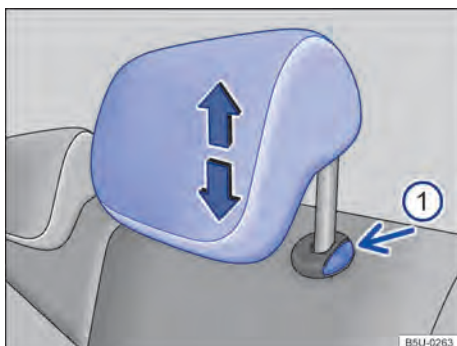

Fig. 64 Apoios para cabeça traseiros: desinstalar.
- Pressionar o botão → Fig. 64 (B) no sentido da seta. Retirar o apoio para cabeça com o botão pressionado.
- Empurrar o apoio para cabeça para baixo com o botão → Fig. 64 (B) pressionado.